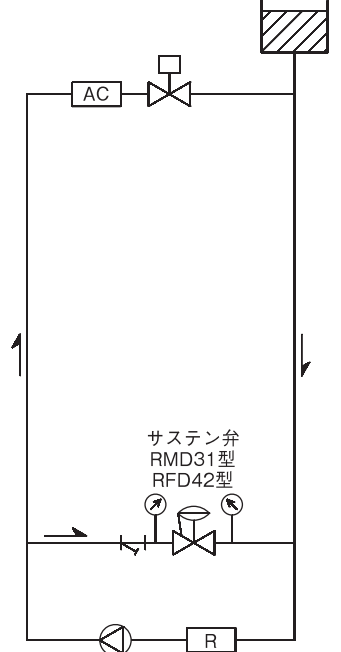

図3 密閉回路で開放式膨張タンク使用
2.3 密閉回路で開放式膨張タンク使用の場合の使い方（サステン弁）－図3